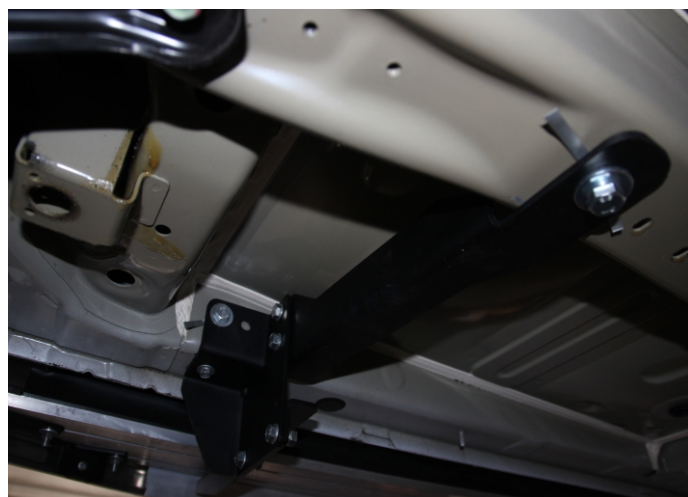

Рис. 3
6. Скрепить между собой переднюю опору порога, крепление переднее и передний кронштейн при помощи болтов M8x20 с гайками М8. (Рис.3)